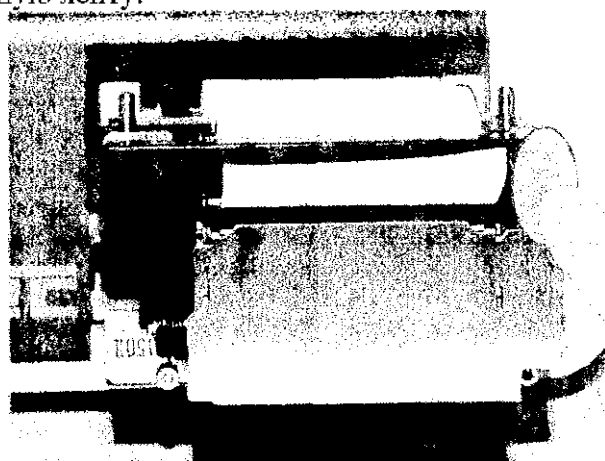

Рис. 102: Извлечение ленты
4. Нажать на обозначение «Push» на передней панели ленты (рис. 102).